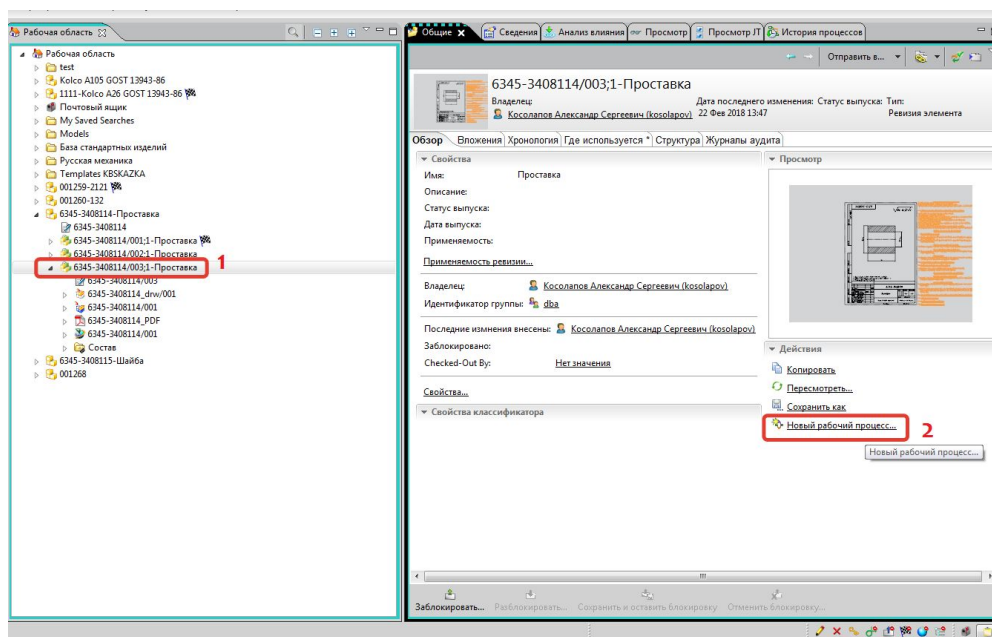

Рис. 38
1. Рабочий процесс необходимо назначать для ревизии (модификации) изделия. Выберите модификацию изделия 6345-3408114/001 - Проставка и выберите **Файл – Создать – Процесс** либо выберите вкладку «Общие» и выполните «Отправить в рабочий процесс» (рис.38).